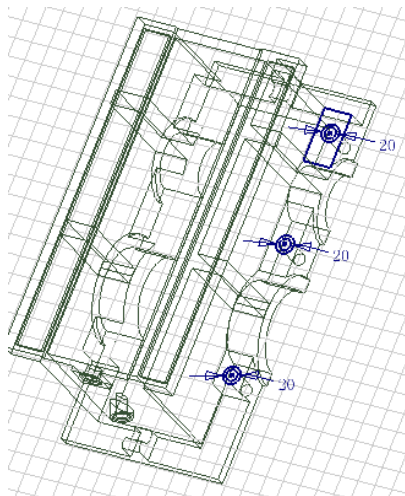
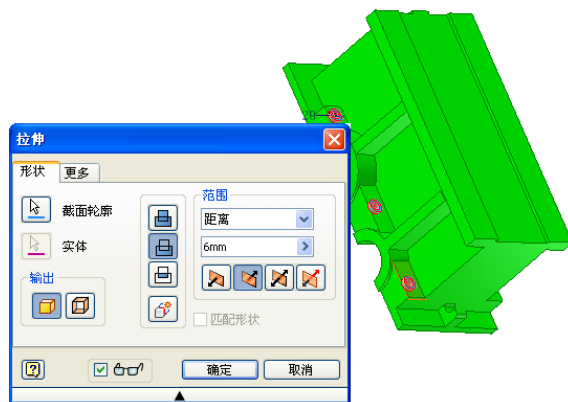

图 9-55 绘制草图并标注尺寸
图 9-56 拉伸示意图
④利用拉伸工具为这三个孔创建沉头特征，选择零件上端特征的下表面新建草图，选择【圆】工具绘制三个与创建的直孔同心的圆心，并标注尺寸如图 9-55 所示。单击【草图】标签上的【完成草图】工具按钮，退出草图环境；单击【模型】标签栏【创建】面板上的【拉伸】工具按钮，打开【拉伸】对话框，拉伸截面和其他设置均见图 9-56 所示。单击【确定】按钮完成拉伸，则一侧的三个螺栓孔创建完毕。